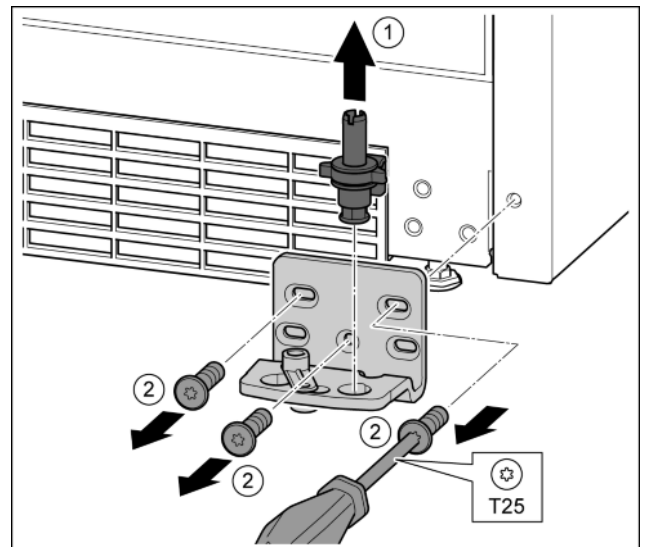

Fig. 15
- ▶ Вынуть вверх опорный палец в сборе. Fig. 15 (1)
- ▶ Открутить винты отверткой T25 и снять опорный кронштейн. Fig. 15 (2)